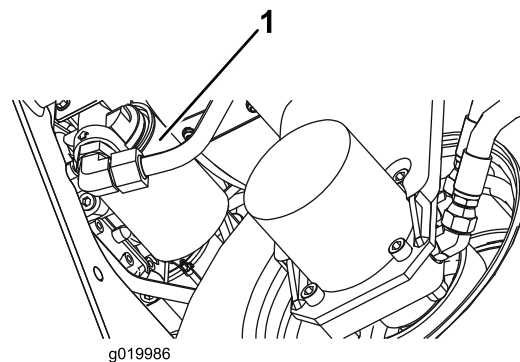

Figura 76
2. Limpe a zona de montagem do filtro. Coloque um recipiente de escoamento debaixo do filtro (Figura 76) e retire o filtro.